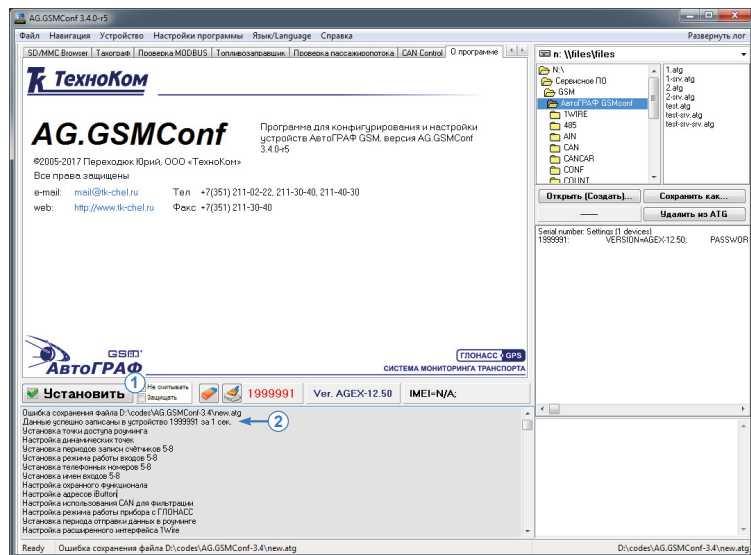

Рис.91. Запись настроек в прибор.
1. Кнопка «Установить» – кнопка позволяет записать настройки в подключенный прибор. При успешной записи настроек высветится значок  и появится строка об успешной записи в окне состояния (Рис.91, п.2).